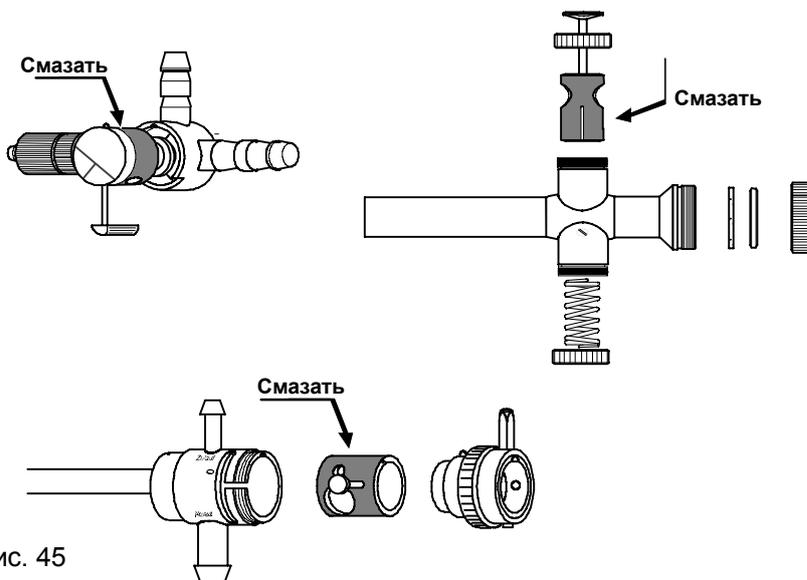

Рис. 45
- ◇ До стерилизации обработайте небольшим количеством масла или смазки для инструментов поворотные краны, затворы клапанов гильз троакара и т.д. (рис. 45)